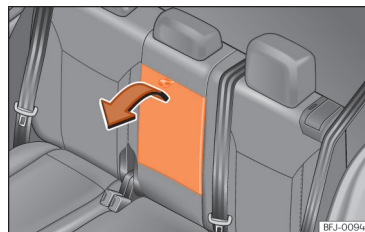

Abb. 100 Herausklappbare Mittelarmlehne hinten.
- Zum **Ausklappen** der Armlehne, Zugschlaufe in Pfeilrichtung ziehen >>> [Abb. 100].